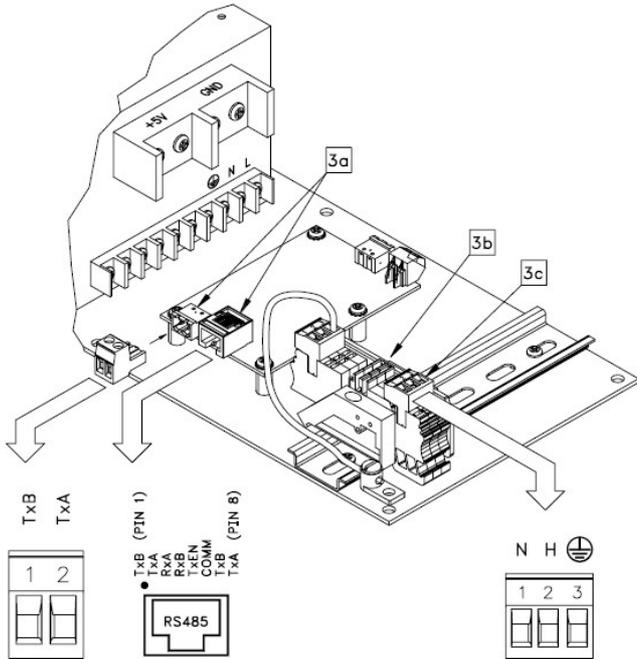
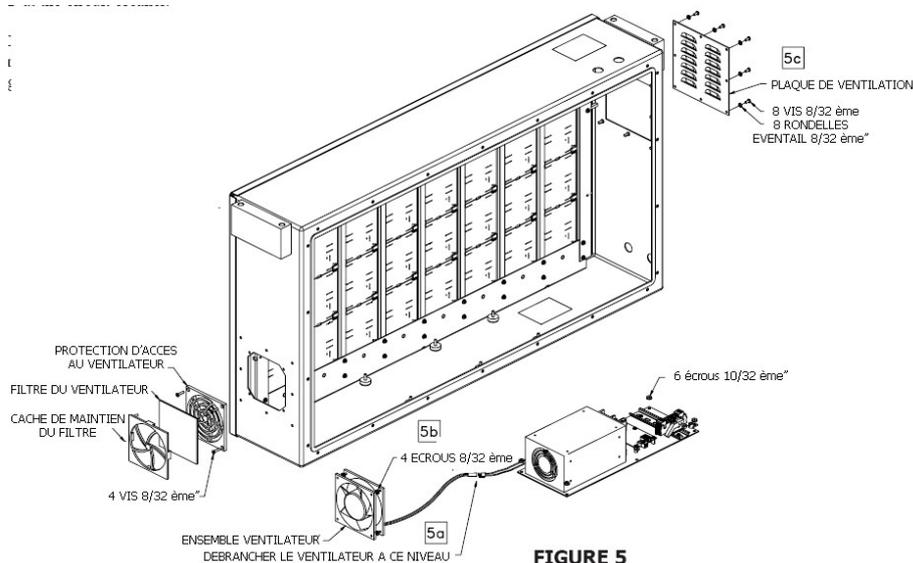
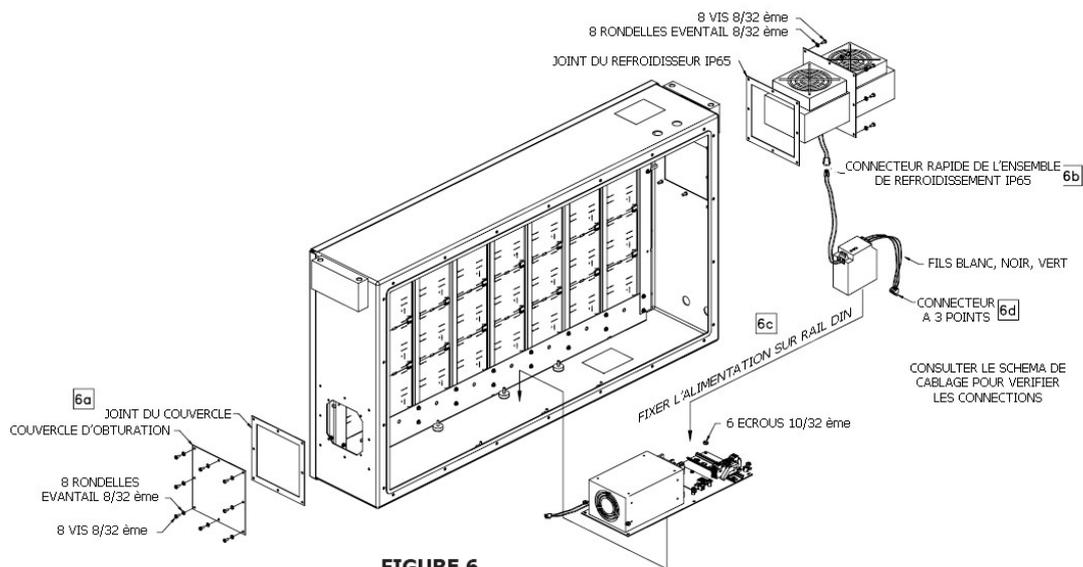
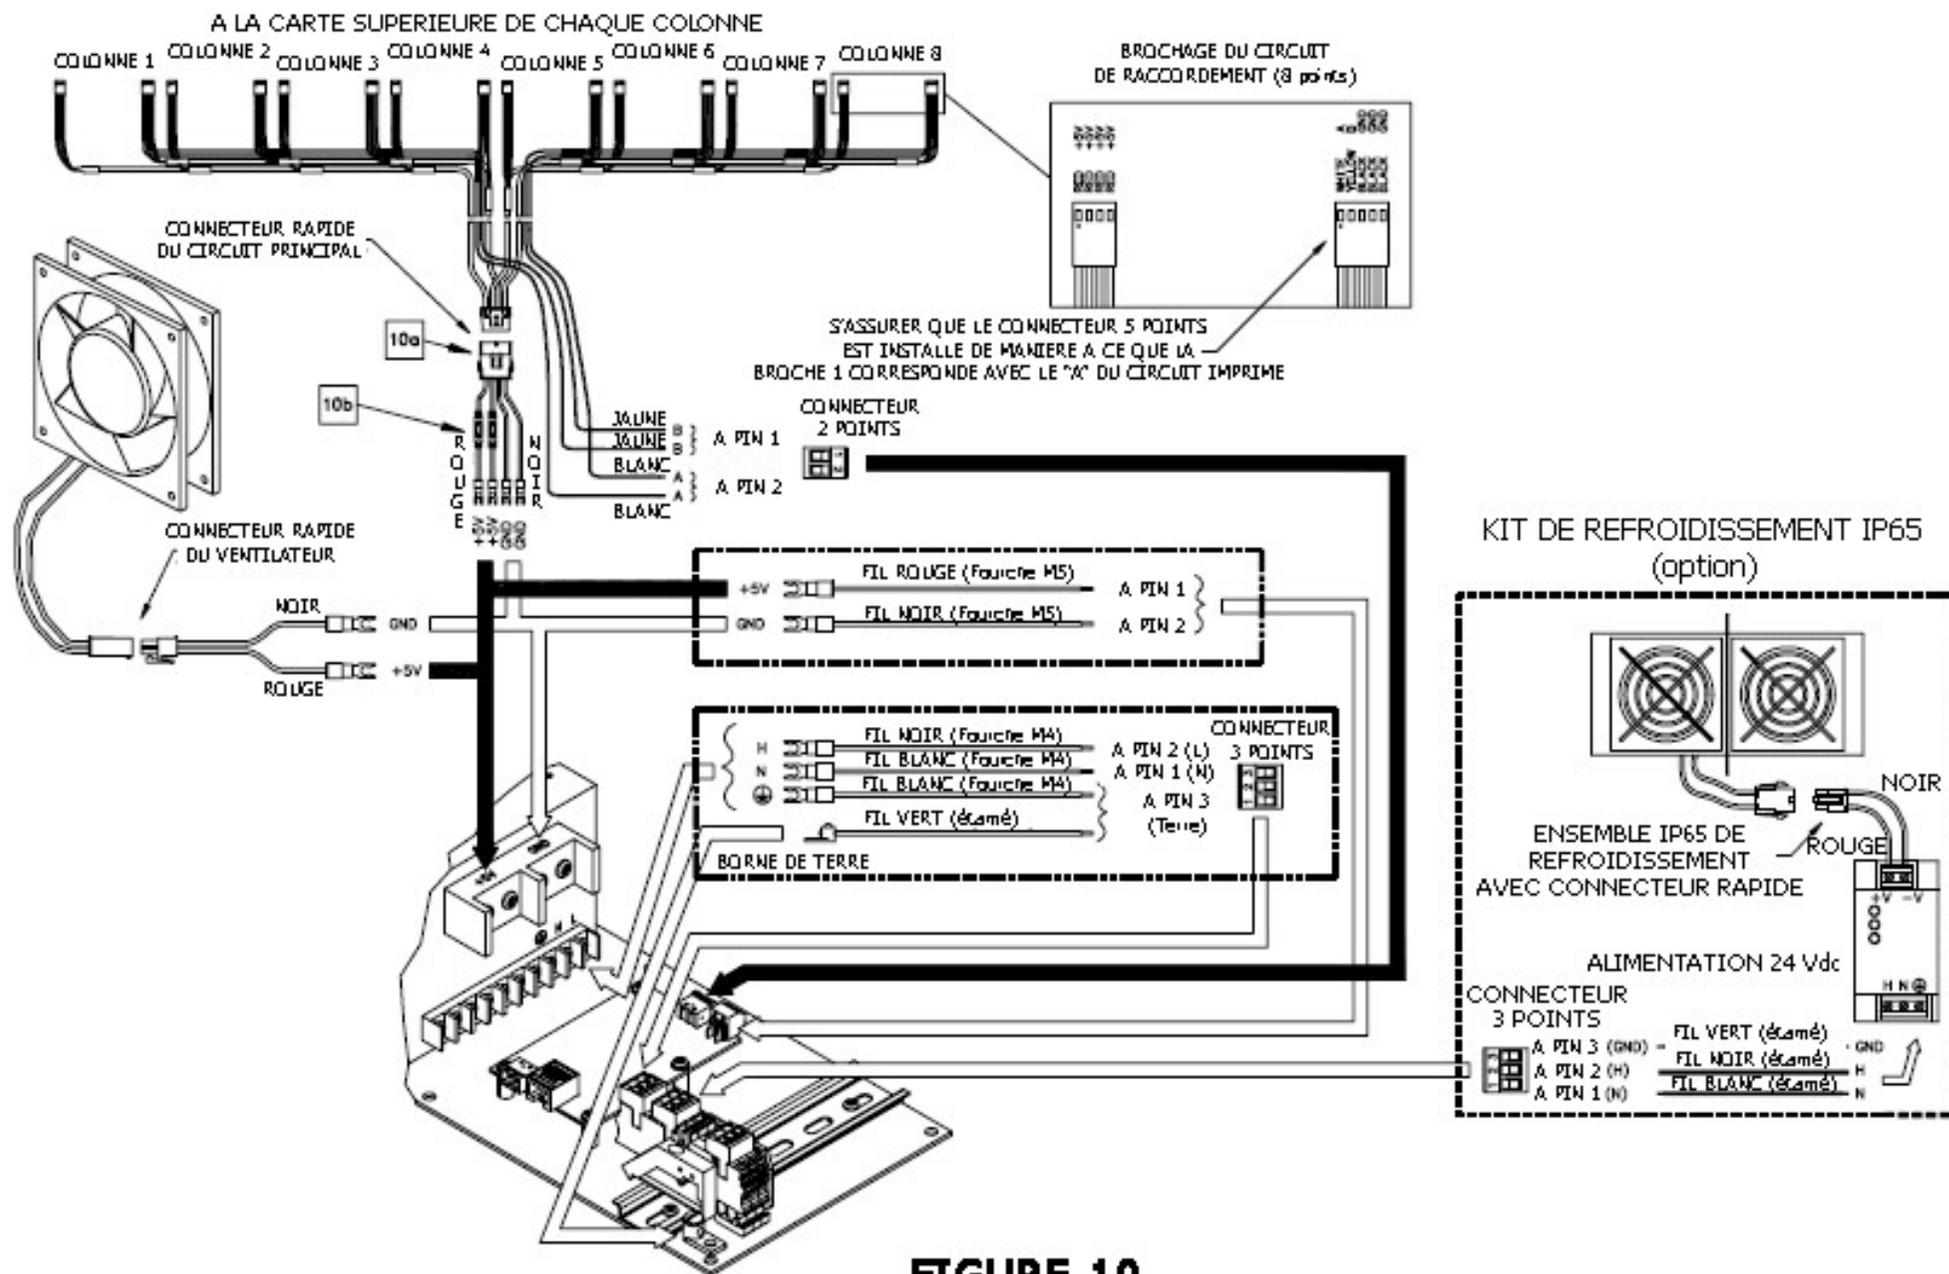

FIGURE 3
FIGURE 5
FIGURE 6
FIGURE 10
Un point séparé de mise à la terre des masses est prévu. L'alimentation AC doit être capable de fournir 2.0 A sous 120 Vac 60 Hz ou 1.0 A sous 240 Vac 50 Hz. Bien s'assurer que la masse du châssis du BFD est bien mise à la terre et que l'alimentation est correctement protégée par un disjoncteur avant de mettre l'équipement sous tension (cf. figure 3).
Le câble RS485 provenant du G3/DSP ou Modular Controller doit entrer dans le boîtier via le conduit dans lequel ne passe pas l'alimentation et doit être raccordé à la carte de communication du BFD via, au choix, le bornier débrochable à 2 points ou via le connecteur RJ45 (cf. figure 3).
3. Déconnecter l'ensemble de câblage du ventilateur (figure 5 a).
4. Déposer les quatre écrous qui maintiennent en place le ventilateur (figure 5 b). Ces pièces ne sont plus nécessaires.
5. En maintenant le joint et la plaque d'obturation du ventilateur (figure 6 a) occulter l'emplacement du ventilateur, installer et serrer les 8 vis (toutes fournies avec le kit IP65). Il est nécessaire d'être attentif à l'intégralité du joint IP65 durant toute l'opération.
7. Insérer le bloc de refroidissement depuis l'extérieur de manière à ce que les ventilateurs soient orientés vers le haut et que les fils passent à l'intérieur du boîtier (figure 6 b). Noter que le joint doit être positionné entre la bride de fixation et le boîtier. Positionner et serrer les 8 vis. Il est nécessaire d'être attentif à l'intégralité du joint IP65 durant toute l'opération.
8. Installer l'alimentation IP65 sur le rail DIN situé à l'intérieur du boîtier BFD. (figure 6 c).
9. Raccorder le bornier amovible à 3 points (figure 6 d) installé sur l'alimentation IP65 au socle (figure 3 b) qui équipe le rail DIN de l'ensemble de câblage.
10. Raccorder les deux câbles allant de l'alimentation IP65 à l'ensemble de refroidissement (fig. 6 b).
Les informations d'affichage provenant du G3/DSP ou Modular Ctrl doivent être transférées à chaque BFD. Le plus simple des chemins pour exécuter ce cahier des charges consiste à câbler le connecteur RS485 du premier BFD (cf. figure 3 a) et de le relier à la seconde unité (câblage en chaîne) l'alimentation de chacune des unités peut être câblée normalement.
3. Déposer le bornier débrochable 3 points dédié à l'alimentation AC (cf. figure 3 c). Débrancher le connecteur principal de câblage (cf. figure 10 a) de l'alimentation.
Débrancher le câble de raccordement du ventilateur (cf. figure 5 a) ou le câble d'alimentation du refroidisseur NEMA 4 / IP65 (cf. figure 6 b). Débrancher le câble RS485 de liaison au G3 (cf. figure 3 a).
Si, soit la partie gauche soit la partie droite de l'affichage ne fonctionne pas, contrôler et, si nécessaire, remplacer le fusible incorporé dans le câblage (cf. figure 10 b).